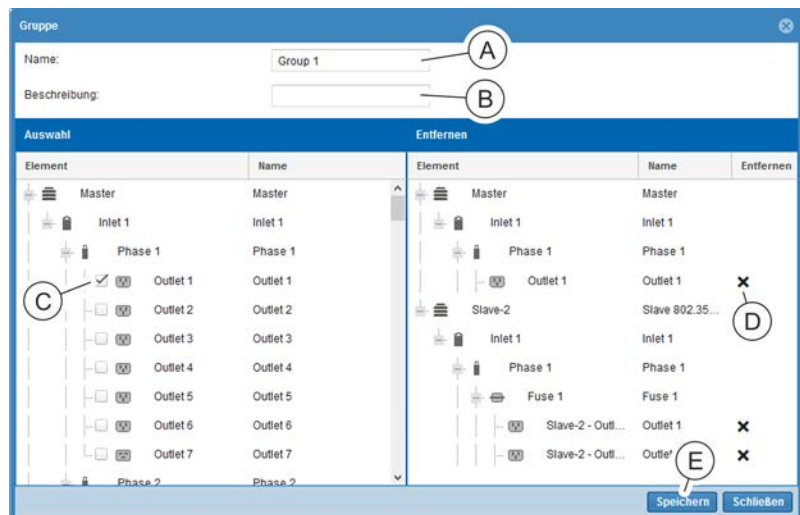

Abb. 201: Fenster "Gruppe"
⇒ Es öffnet sich das Fenster "Gruppe" (Abb. 201).
4. ➤ Im Fenster "Gruppe" eine Benennung (Abb. 201/A) und ggf. eine Beschreibung (Abb. 201/B) für die Gruppe einfügen.
5. ➤ In der linken Spalte einzelne Steckdosen über die jeweilige Checkbox (Abb. 201/C) auswählen.
6. ➔ Ggf. einzelne Steckdosen über die Schaltfläche ✕ (Abb. 201/Ⓒ) in der rechten Spalte entfernen.
7. ➔ Schaltfläche „Speichern“ drücken, um eine Steckdosengruppe zu speichern (Abb. 201/Ⓔ).